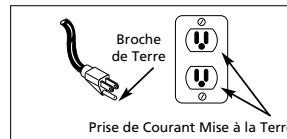

Figure 1 - Méthode de mise à la terre
3. Ce produit est conçu pour l'utilisation d'un circuit de 120 volts et à une fiche de mise à la terre comme celle indiquée sur la Figure 1. S'assurer que l'appareil est branché à une prise de courant qui a la même configuration que la fiche. Ce produit doit être mis à la terre.